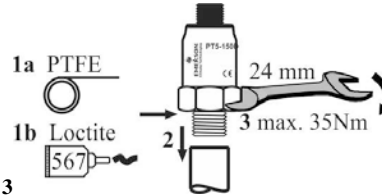

Fig. 3
**Connessione NPT del PT5-150D (Fig. 3)**